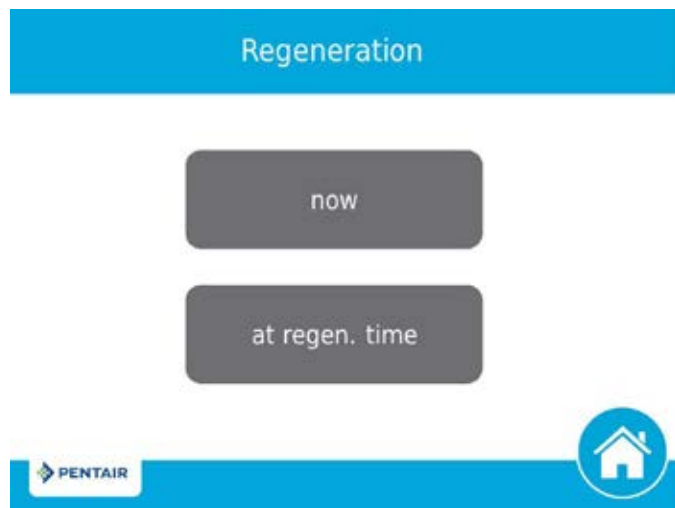

Figure 10 Écran Régénération
6. Appuyez sur le bouton **Regeneration** (Régénération)  pour lancer une régénération. L'écran Régénération s'affiche (Figure 10).